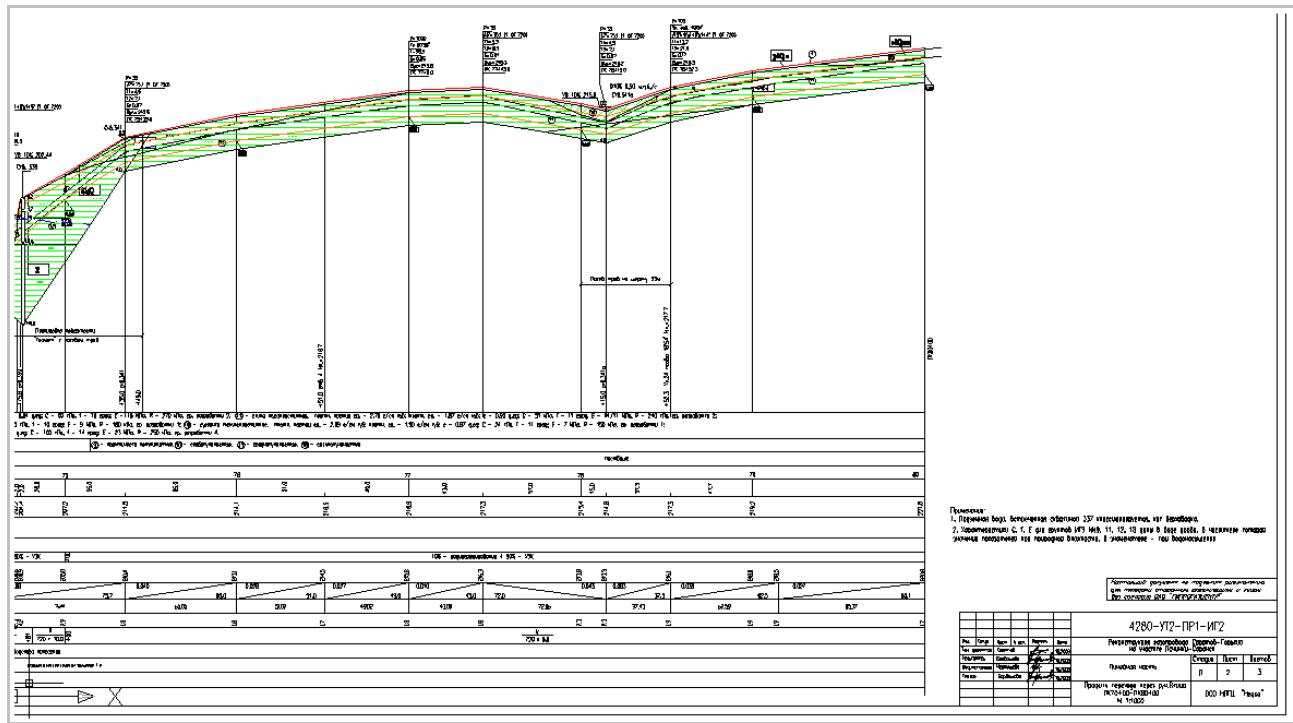

Рис. 76 Пример профиля, созданного в Система Трубопровод. Вид профиля и подвала можно настраивать - для каждого проекта можно устанавливать разные настройки.
3. Изображение профиля будет нанесено на текущем чертеже (см. рис. 76).